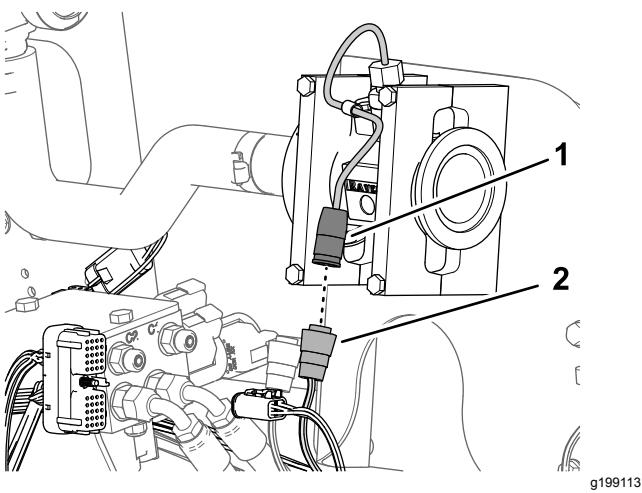

Figura 85
1. Collegate il connettore elettrico a 3 prese della diramazione di 89 cm del cablaggio preassemblato indicato come FLUSSOMETRO al connettore a 3 pin del flussometro (Figura 85).